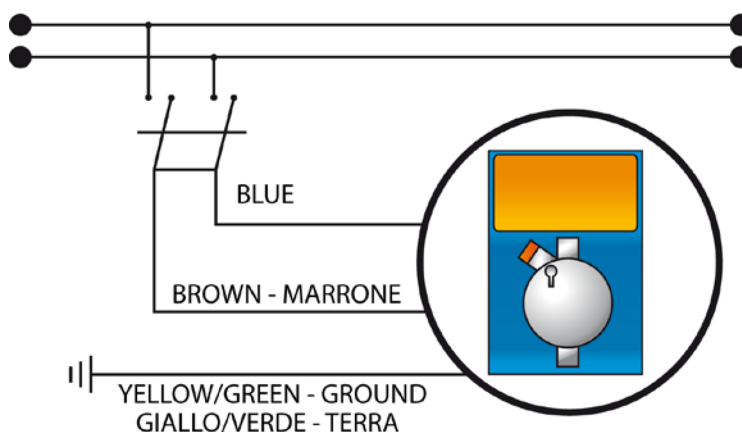

Fig.3 - Collegamento elettrico
- Assicurarsi che la stessa sia disattivata elettricamente (entrambe le polarità) staccando i conduttori dai punti di contatto della rete attraverso l'apertura dell'interruttore onnipolare con distanza minima tra i contatti di mm 3 (Fig.3).